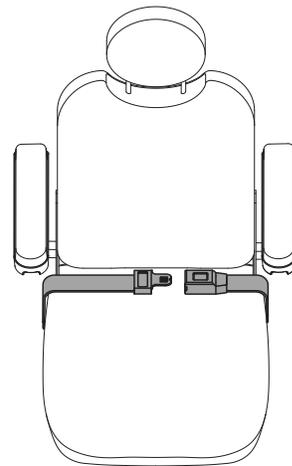

Figure 19. Ceinture de positionnement
Votre fauteuil motorisé peut être équipé d'une ceinture de positionnement réglable pour un meilleur confort. Voir la figure 19. La ceinture de positionnement, réglable, a été conçue pour soutenir et empêcher tout glissement vers le bas ou vers l'avant une fois assis. La ceinture de positionnement n'a pas été conçue pour être utilisée comme ceinture de sécurité.
- Prenez place sur le siège, insérez la patte métallique d'un côté dans le boîtier de la boucle du côté opposé jusqu'à ce que le « clic » se fasse entendre. Voir la figure 19.